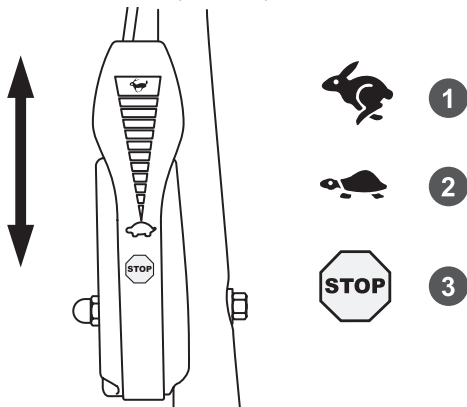

Рис. 10 Положения рычага газа (вид сверху)
2. Переведите рычаг газа сначала в положение 1, затем в положение 3, после чего установите рычаг в среднее положение (Рис. 10).
Если после неоднократных попыток запуска двигатель не запускается, возможно, ручной топливный насос был использован слишком много раз и камера сгорания двигателя была переобогащена топливом. Установите рычаг газа в положение максимальных оборотов (положение 1 - «Заяц», Рис. 10) и повторите попытку запуска. Если в результате этого двигатель всё равно не запускается обратитесь к таблице ПОИСК И УСТРАНЕНИЕ НЕИСПРАВНОСТЕЙ. Если и это не помогает, то обратитесь в авторизованный сервисный центр.
- Переведите рычаг газа в положение 2 холостых оборотов (Рис. 10) и дайте двигателю поработать в течение 30 секунд.
- Переведите рычаг газа в положение 3 остановки двигателя (Рис. 10).